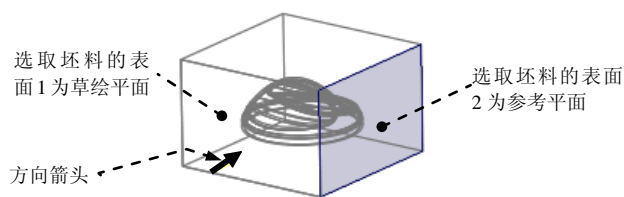

图 11.20 定义草绘平面
(1) 单击**模型**功能选项卡**形状**区域中的按钮,此时系统弹出“拉伸”操控板。
(2) 在系统弹出的拉伸操控板中,确认“拉伸为曲面”按钮被按下。
(3) 定义草绘截面放置属性。在图形区右击,从系统弹出的菜单中选择**定义内部草绘...**命令;在系统的提示下,选取图 11.20 所示的坯料表面 1 为草绘平面,接受图 11.20 中默认的箭头方向为草绘视图方向,然后选取图 11.20 所示的坯料表面 2 为参考平面,方向为**右**,然后单击**草绘**按钮。